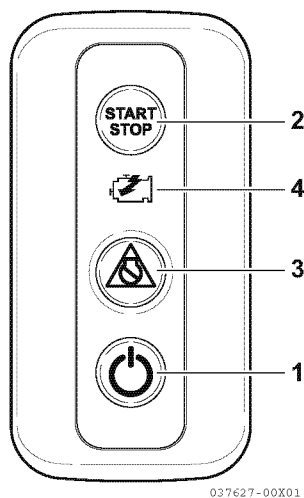

Figura 1
4. Pulse el interruptor de encendido del panel de interruptores del puesto seleccionado (1, **Figura 1**).
10. Pulse el interruptor START/STOP (arranque/parada del motor) (2, **Figura 1**) y accione el motor de arranque.